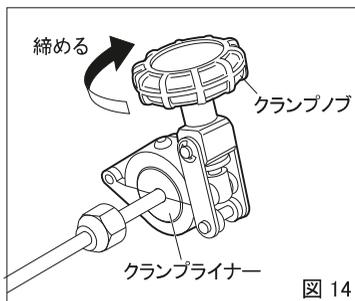

図 14
- * クランプノブを回し十分に締め付けてください(図14)。